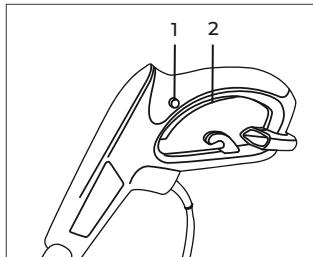

Рис. 6
- Нажмите на кнопку разблокирования (рис. 6, поз. 1) и удерживайте ее в рабочем положении.
- Нажмите на выключатель (рис. 6, поз. 2), чтобы запустить устройство, затем отпустите кнопку блокировки.
- Отпустите выключатель хода/останова (рис. 6, поз. 2), чтобы выключить устройство.